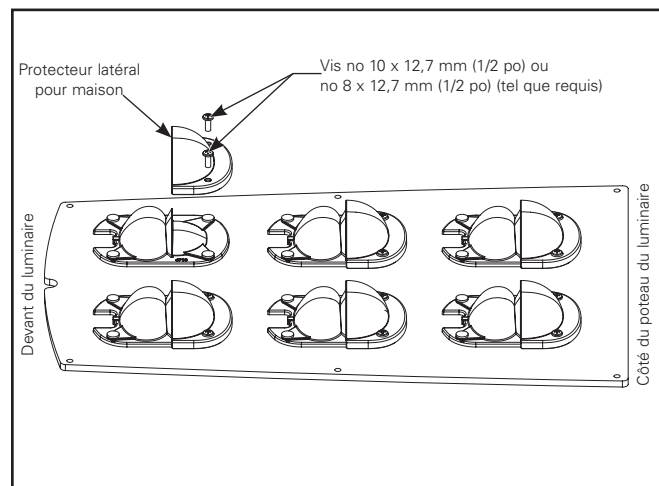

Figure 10.
**Note:** Le protecteur latéral de maison s'installe SEULEMENT derrière les optiques, comme montré à la Figure 10. NE l'installez PAS de l'autre côté de l'optique.